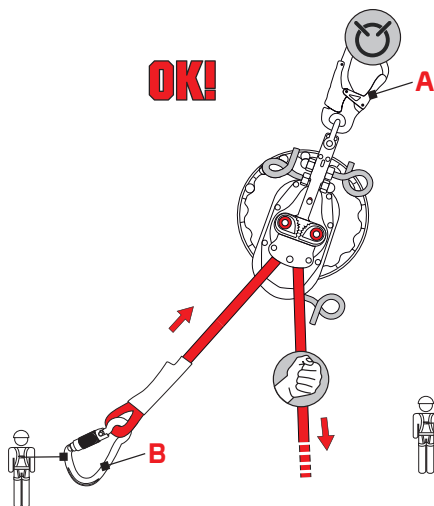
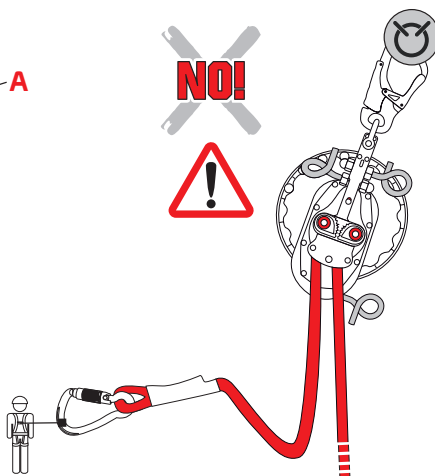

Abb. 4A
Abb. 4B
- das kurze Seilende mit dem Verbindungselement (B) am Gurt der abzuseilenden Person befestigen und spannen (Abb. 4a). Dabei sicherstellen, dass das Seil nicht locker ist (Abb. 4b),